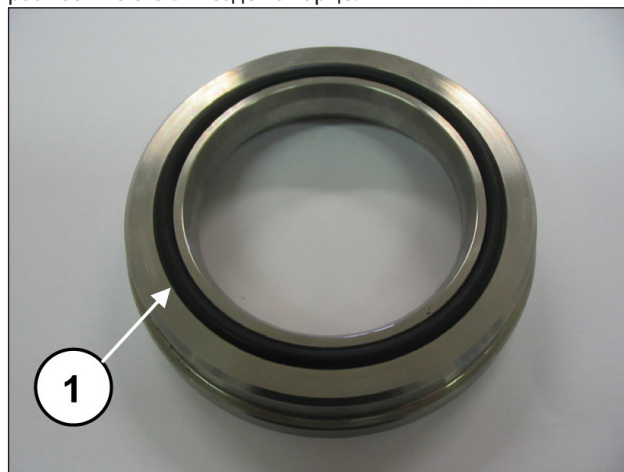

Рис. 200
Теперь установите на кольцо уплотнений КС торца уплотнительное кольцо O-ring (поз.①, Рис. 200) и разместите его в гнезде на торце.